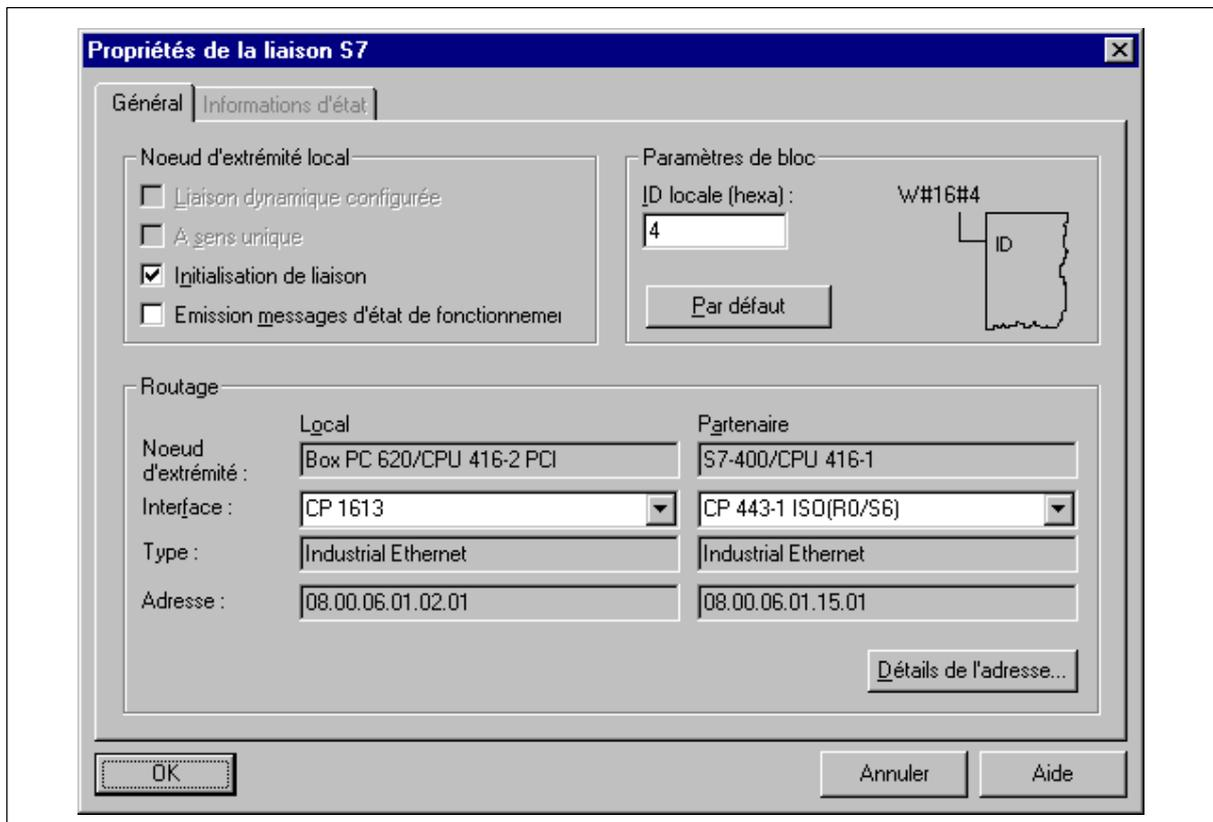

Figure 2-12 Propriétés de la connexion
- Confirmez en choisissant "Appliquez". Le dialogue "Propriétés liaison S7" s'ouvre, voir figure 2-12.
- Vérifiez les paramètres (interface et type) selon la figure 2-12.